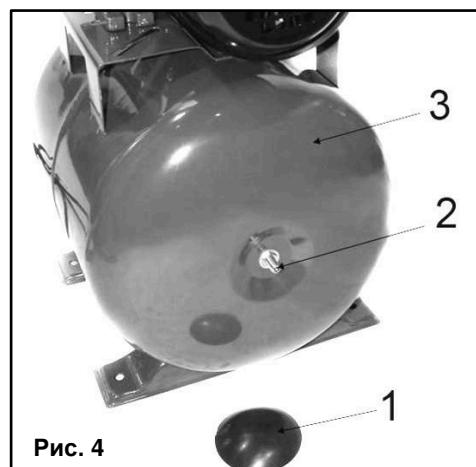

Рис. 4
- Для этого снимите защитную крышку (1) и через пневмоклапан (2) с помощью манометра проверьте давление воздуха в ресивере (3)(См. Рис.4). Если давление ниже 1,5 бар, то в бак следует закачать воздух до необходимого давления с помощью обычного автомобильного или велосипедного насоса с манометром (в комплект поставки не входит).